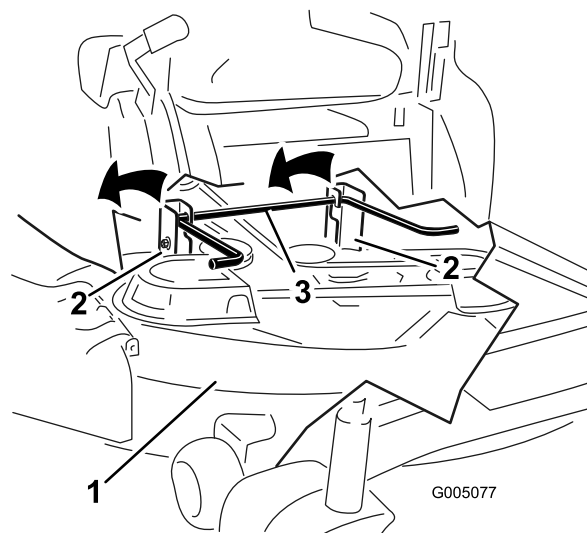

Figure 60
- 5. Soulevez et déposez le tablier de coupe et les supports de la tige de levage arrière et abaissez le tablier au sol avec précaution (Figure 60).
5. Soulevez l'arrière du tablier de coupe et guidez les supports sur la tige de levage arrière (Figure 60).